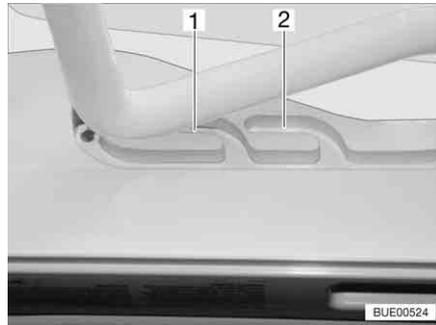
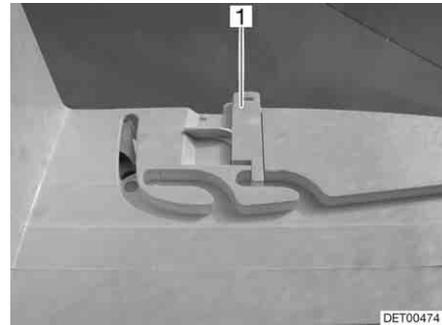

Fig. 55 Claraboya Heki en posición de ventilación
Fig. 56 Bloqueo de la posición de ventilación
La claraboya Heki se puede colocar en dos posiciones de ventilación: Posición de mal tiempo (Fig. 55,1) y posición mediana (Fig. 55,2). Según el modelo, la claraboya podrá ser bloqueada en la posición mediana con el pestillo (Fig. 56,1).
- Presionar el estribo ligeramente hacia arriba y empujarlo en la guía seleccionada (Fig. 55,1 ó 2) y, si fuera necesario, bloquearlo.